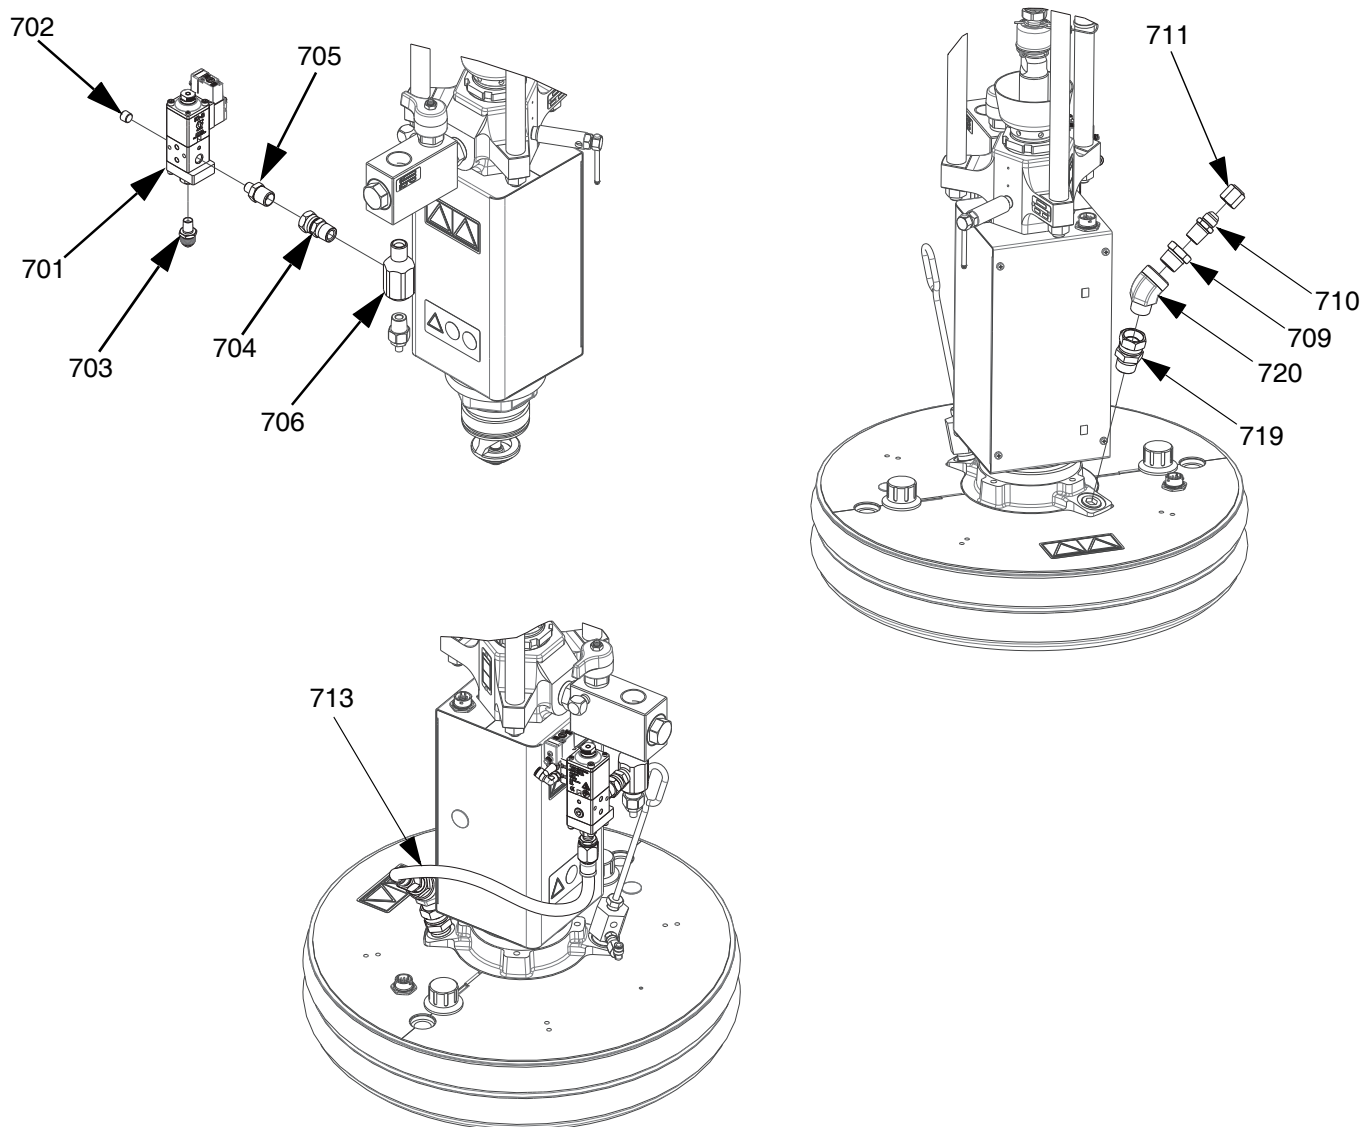

図 55: プラテンバルブキット、ウレタン、26B637
2. 電子ドライバー (AB) でポート 5 から圧カトランスデューサーを外してください。
3. 圧カトランスデューサーの金具 (TF) とそれが取り付けられている金具を液体チェックバルブ (AE) から取り外してください。
4. ネジテープを使用して、1/2 NPT チーズ金具 (706) を液体チェックバルブ (AE) に設置してから、圧カトランスデューサーの金具 (TF) を 1/2 NPT チーズ金具 (706) の下部に再度設置します。
5. ネジテープを使用して、1/2 NPT スイベル (705) を 1/2 NPT チーズ金具 (706) を設置してください。図 55 を参照してください。
6. 1/4 NPT x 1/2 NPT アダプタ (704) を使用してプラテンバルブ (701) を 1/2 NPT スイベル金具 (706) に設置してから、締めてください。
7. 再循環ホース (713) をプラテンバルブ (701) に設置して、締めてください。
8. 電子ドライバー (AB) のポート 5 へ圧カトランスデューサーを再度つなげてください。